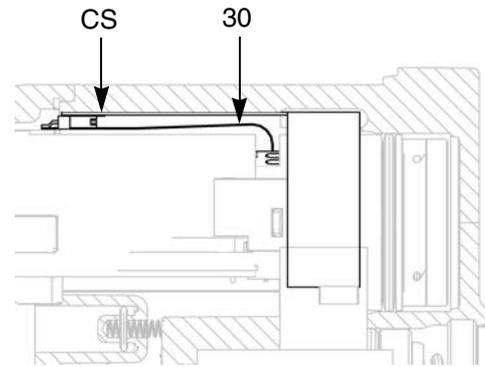

图 26. 连接柔性电路
7. 将 3 线带状连接器 (PC) 连接到供电电源。
- 仅限在智能型喷枪上:** 将 6 针柔性电路 (30) 连接至供电电源。
- 将线带向前推入电源下。将涡轮 (8) 朝下推至供电电源 (7) 上。
8. 将供电电源/涡轮组件插入枪身 (10)。确保接地片 (EE) 与枪身相接触。
仅限智能型号: 将 6 针柔性电路 (30) 的连接器和枪身顶部位置的插口 (CS) 对准。参见图 26。